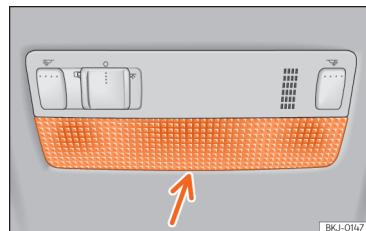

Fig. 168 Luz dianteira de leitura.
- Introduza uma chave de fendas fina, com a parte plana, entre a carcaça e o vidro »» Fig. 168.